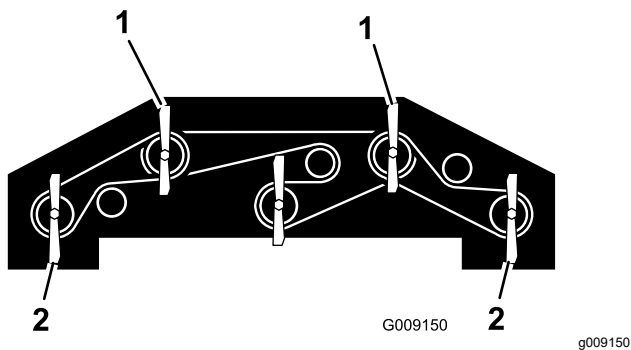

Figura 105
1. Ruotate ogni lama in modo che sia orientata direttamente in avanti (Figura 105).